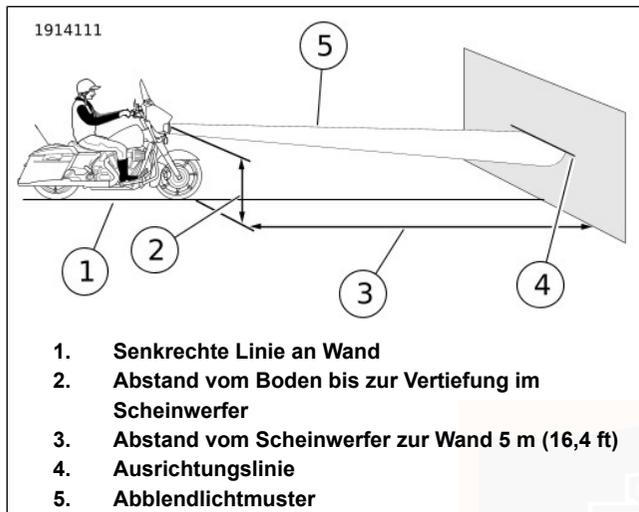
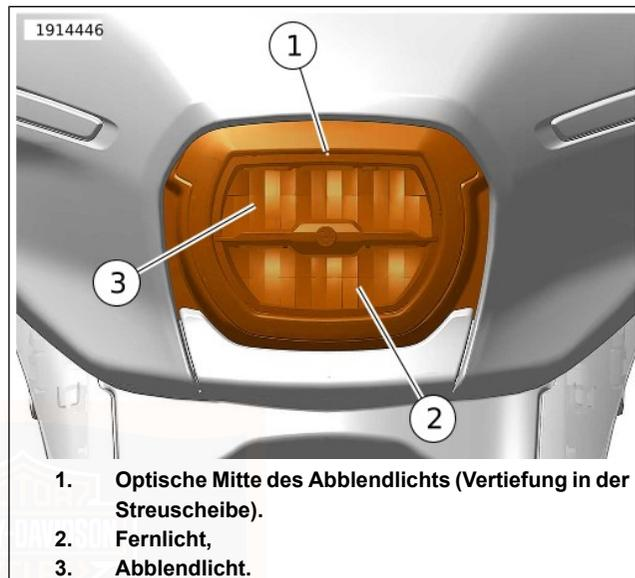
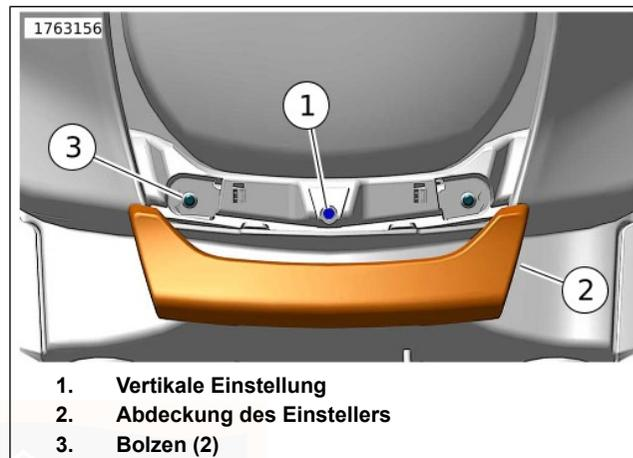

Abbildung 121. Gabelmontierte Verkleidung: Scheinwerferausrichtung
Abbildung 122. Gabelmontierte Verkleidung: Vertiefung
Abbildung 125. Scheinwerfereinstellung
1. Siehe Abbildung 121. Das Motorrad im rechten Winkel zur Wand (1) abstellen, sodass der Vorderreifen geradeaus auf die Wand zeigt.
2. Das Motorrad mit dem angegebenen Abstand von der Vorderseite des Scheinwerfers zur Wand (3) abstellen.
- a. Siehe Abbildung 121 und Abbildung 122.
- a. Siehe Abbildung 125. Die Abdeckung (2) des Einstellers greifen und nach vorne ziehen, um sie von den Bolzen (3) zu lösen.
- b. Einen Schlitzschraubendreher in die vertikale Einstellschraube (1) einführen.
- c. Siehe Abbildung 121. Die Einstellschraube im oder gegen den Uhrzeigersinn drehen, um das Abblendlichtmuster (5) des Scheinwerfers nach oben oder unten zu verstellen, bis der obere Teil des Lichtstrahls auf die Ausrichtungslinie (4) trifft.
3. Siehe Abbildung 125. Die Abdeckung des Einstellers anbringen.
- a. Die Abdeckung (2) des Einstellers an den Pfosten (3) ausrichten.